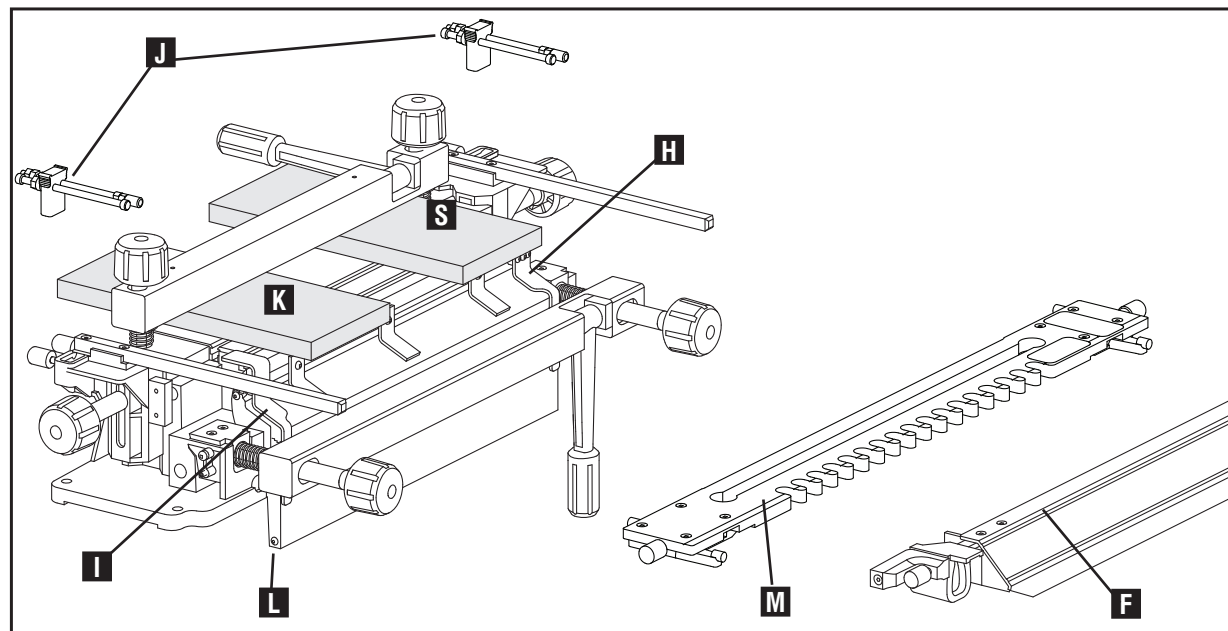
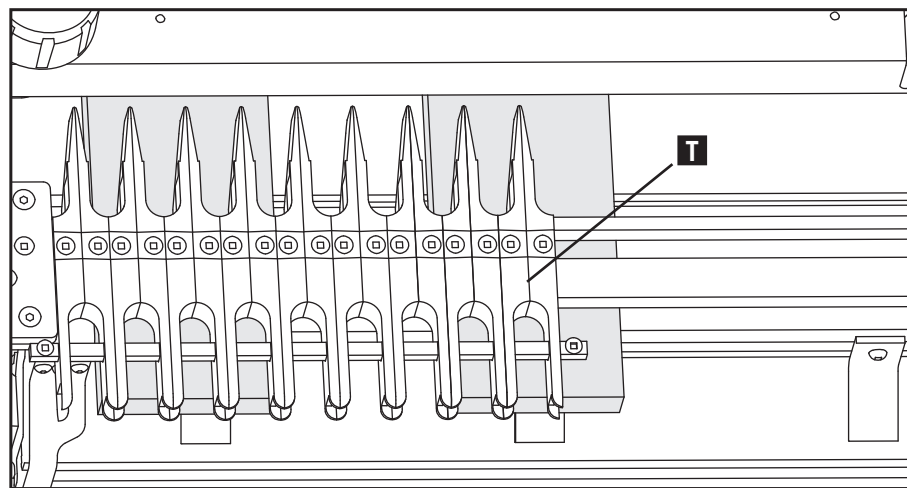

Fig. F7
Fig. F8
1. Retire la barra del estabilizador (H) Fig. F7 y la plantilla (M).
2. Coloque la guía de borde negra (H) a la derecha y la guía de borde plateada a la izquierda (I).
3. Inserte los topes adecuados (J).
4. Coloque la tabla con espiga (frente de la gaveta) (K) en posición horizontal con la "superficie externa" mirando hacia la horma. No se preocupe por la posición en este paso, pero no deje que la tabla sobresalga del borde frontal de la base (L).
5. Monte la plantilla (M).
- NOTA:** Monte las plantillas digitales fijadas como se muestra en la Fig. F7.
6. Asegúrese de que material descarte de espesor similar (S) se encuentre en el otro lado y sujete la plantilla hacia abajo.
- NOTA:** Para la plantilla digital de espacios variables, asegúrese de que el material de descarte soporte el extremo del encastre (T) Fig. F8.